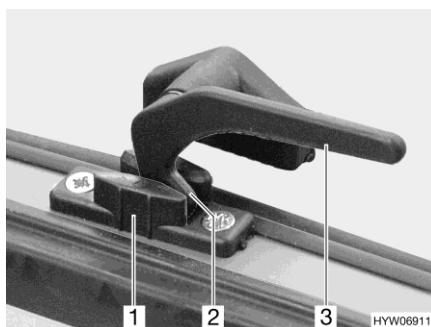

Fig. 58 Levier de verrouillage en position "Aération permanente"
- En position "Aération permanente" (Fig. 58)
- Tourner tous les leviers de verrouillage (Fig. 58,3) d'un quart de tour vers le centre de la fenêtre.
- Remettre tous les leviers de verrouillage en position initiale. Le tenon de verrouillage (Fig. 58,2) doit pénétrer alors dans le logement prévu à cet effet dans le verrouillage de fenêtre (Fig. 58,1).